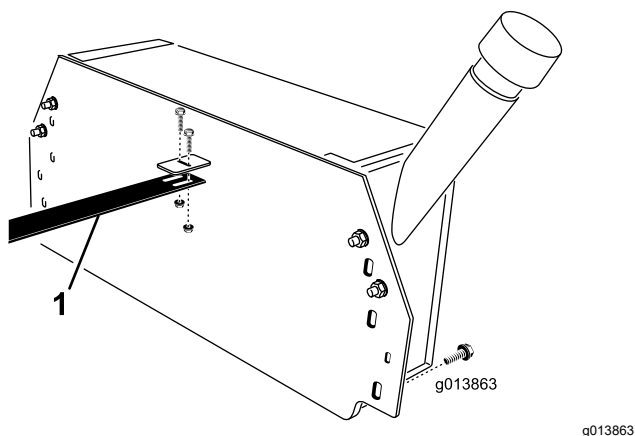

Bild 9
2. Befestigen Sie die Schlauchführung mit zwei Schrauben ($\frac{1}{4}" \times \frac{3}{4}"$) und Sicherungsbundmutter an der Halterung am Hydraulikbehälter (**Bild 9**).